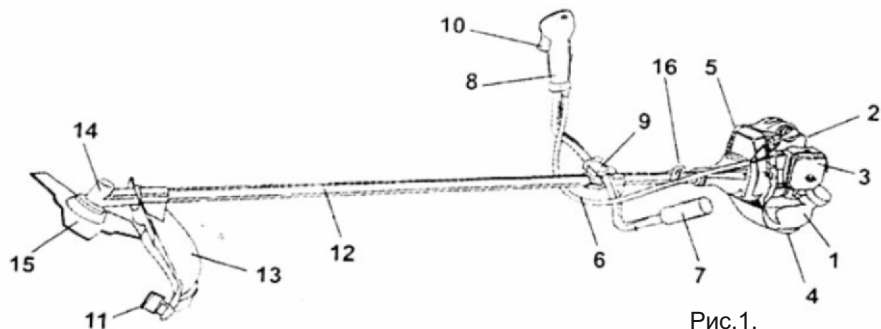

Рис. 1.
Основные элементы и части триммера бензинового представлены на рис. 1.
U-образная рукоятка (см. рис.1) состоит из двух частей: левой (7) и правой (8) ручек управления, которые прикреплены к штанге (12) с помощью соединительного кронштейна (9). Левая ручка служит для удержания триммера бензинового левой рукой, а правая ручка – для удержания правой рукой и управлением работой триммера бензинового.